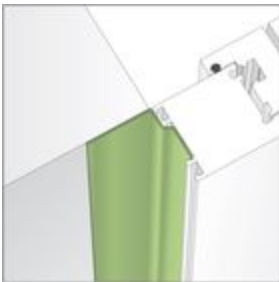

Bild 3: Folie auf die Außenseite des Blendrahmens kleben, Folie im rechten Winkel zur Wand führen
- Ankleben an der Außenseite des Blendrahmens (Bild 3)